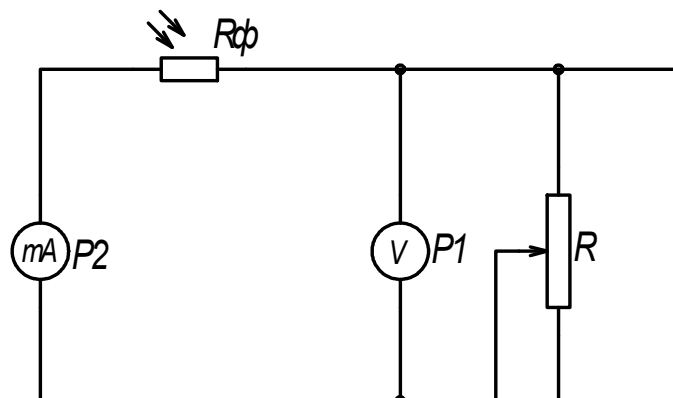

Рисунок 4
1. Электрическая цепь собрана по схеме, приведенной на рис. 4.